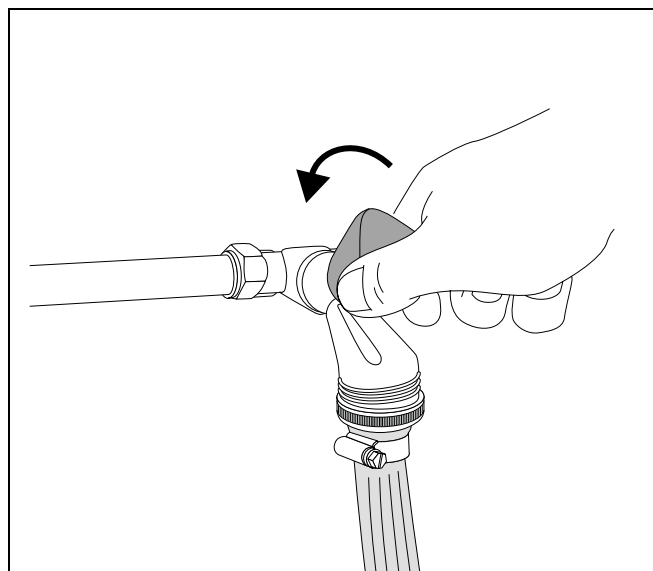

Fig. 13 Ouvrir le robinet d'eau et remplir l'installation de chauffage
- Ouvrir le robinet d'eau avec précaution et remplir l'installation de chauffage lentement (fig. 13).